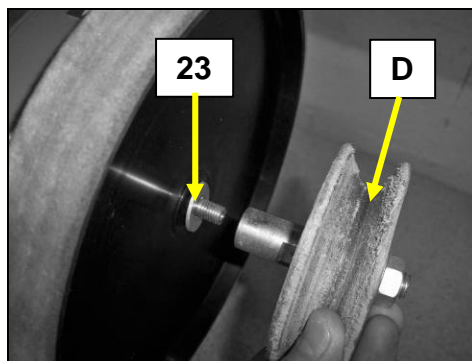

Fig 21
- Vissez le disque de démorfilage (D) sur l'arbre, dans le sens des aiguilles d'une montre (Fig 21).